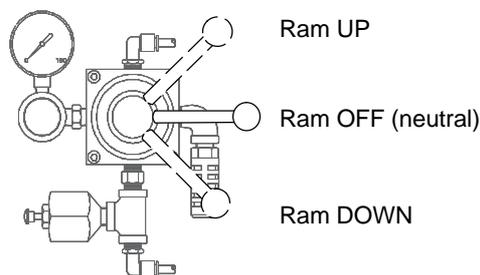

Abb. 3
Der Ram-Handventilhebel an der Ram-Luftsteuerung besitzt 3 Stellungen (Abb. 3):
1. Den Ram-Handventilhebel auf OFF stellen (Abb. 3 auf Seite 11). Den Ram-Luftregler und den Haupt-Luftdruckregler schließen.
2. Den Ram-Handventilhebel auf UP stellen (Abb. 3 auf Seite 11). Den Haupt-Luftdruckregler und den Ram-Luftregler öffnen, bis sich die Ram nach oben bewegt. Die Ram ganz nach oben fahren lassen.
4. Den Ram-Handventilhebel auf die Position DOWN (Abb. 3 auf Seite 11) stellen und die Ram soweit absenken, bis sich die Folgeplatte unmittelbar über dem Eimer befindet, dann den Ram-Handventilhebel auf OFF stellen. Den Eimer, falls erforderlich, etwas nachrücken, damit der Abstreifring nicht auf die Eimerlippe trifft.
6. Den Ram-Handventilhebel auf DOWN stellen (Abb. 3 auf Seite 11), um die Folgeplatte in den Eimer abzusenken, bis die gesamte Luft herausgedrückt ist und Material aus der Entlüftungsöffnung austritt.
8. Den Luftdruck zur Ram auf 4 bar (50 psi) einstellen. Den Ram-Handventilhebel auf DOWN stellen (Abb. 3 auf Seite 11).
1. Den Ram-Handventilhebel auf DOWN stellen (Abb. 3 auf Seite 11).
1. Den Ram-Handventilhebel auf OFF stellen (Abb. 3 auf Seite 11). Die Luftzufuhr zur Ram und zur Pumpe abschalten.
1. Um die Bewegung der Ram zu stoppen, den Ram-Handventilhebel auf OFF stellen (Abb. 3 auf Seite 11).